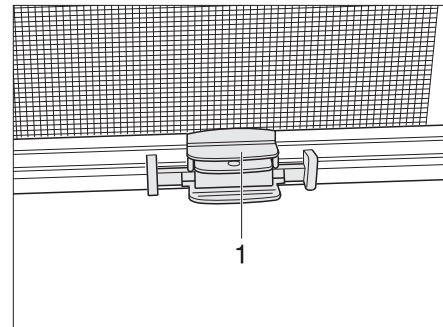

Fig. 52 Persiana
- Agarrar la tablilla final (Fig. 52,1) de la mosquitera enrollable por el centro y dirigirla a la tablilla final de la persiana oscurecedora enrollable.
- Sujetar la tablilla final (Fig. 52,1) de la mosquitera enrollable y accionar la cuchilla de bloqueo.